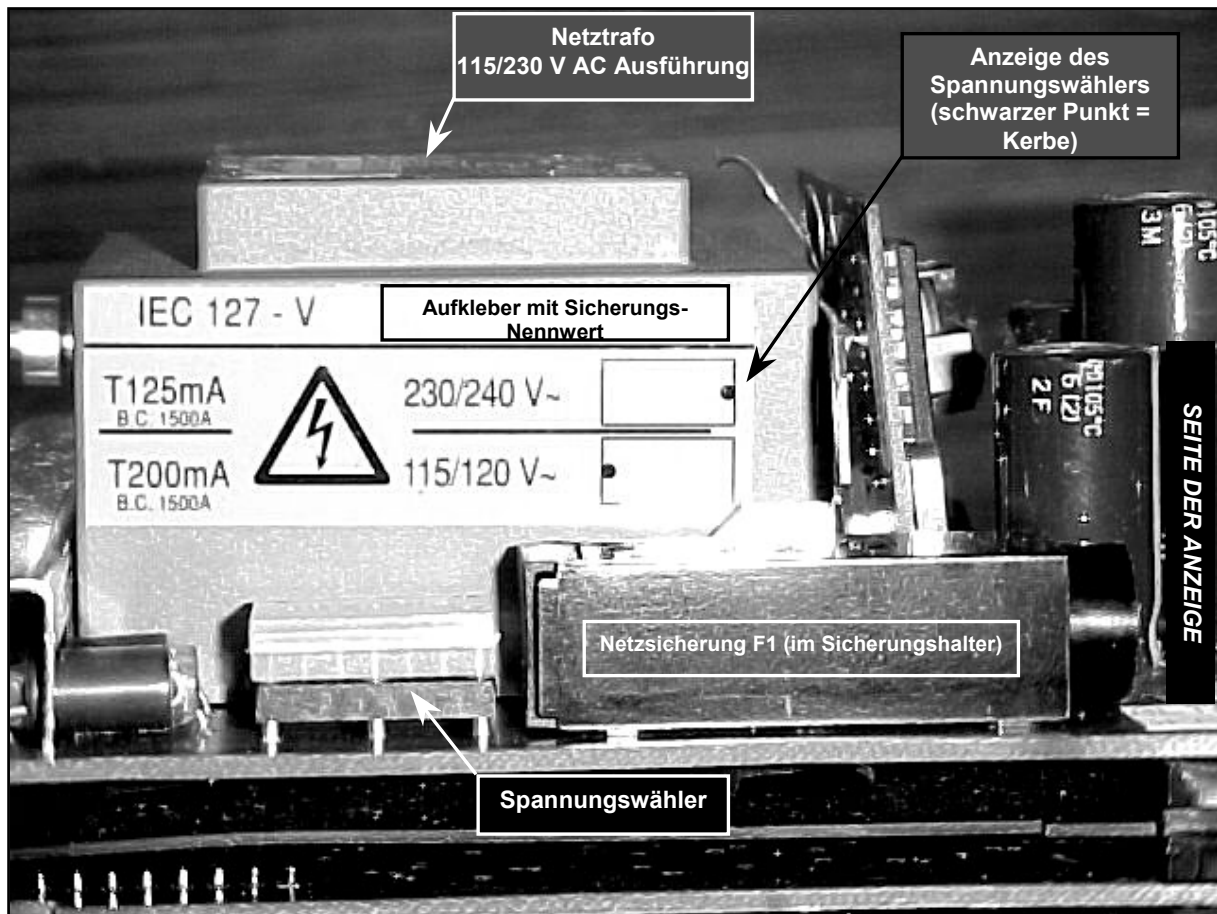

Abbildung 6: Hilfsenergie 115/230 V AC.
3. Der Sicherungshalter, in dem die Sicherung sitzt, ist jetzt zugänglich. Die defekte Sicherung **F1** kann jetzt gegen eine Sicherung mit dem gleichen Nennwert ausgetauscht werden. Der Nennwert hängt von der Spannung der Netzversorgung ab (**T200mA** für 100/115 V AC und **T125mA** für 200/230 V AC). Siehe auch den gelben Aufkleber auf dem Netztransformator, wie er in Abbildung 6 gezeigt wird.
5. Die Spannung der Hilfsenergie kann geändert werden, indem der Dummy-DIL-Block (d.h. der **Spannungswähler**, siehe Abb. 6 auf S. 6) um 180° in seiner Fassung gedreht wird. Die Position der Kerbe auf dem Dummy-DIL-Block zeigt die Spannungseinstellung an. Siehe auch den Aufkleber, der auf dem Netztransformator angebracht ist (siehe Abb. 6).